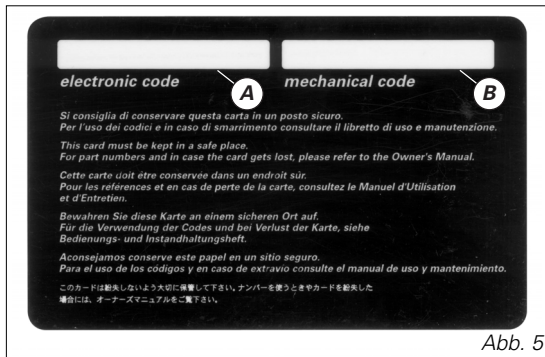

Abb. 5
A) (Abb. 5) der für einen eventuellen Notstart zu verwendende elektronische Code;
B) (Abb. 5) der mechanische Schlüsselcode, den Sie beim Kundenservice der DUCATI angeben müssen, falls Sie Ersatzschlüssel benötigen.